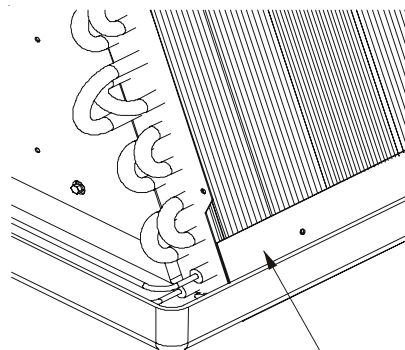

FIGURE 4
10. Pour éviter une possible « purge » du condensat, les languettes de retenue isolantes doivent être disposées à l'intérieur du bac du serpentin d'évaporation comme illustré sur la figure 4.